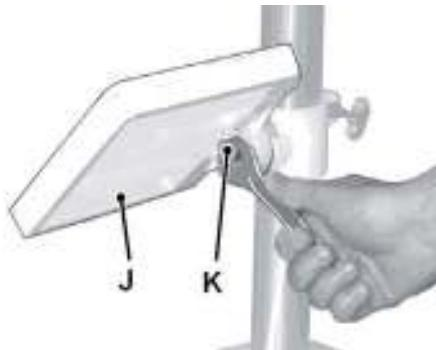

Рис. 3
- Послабте шестигранний гвинт (K, Рисунок 3), щоб повернути стіл.